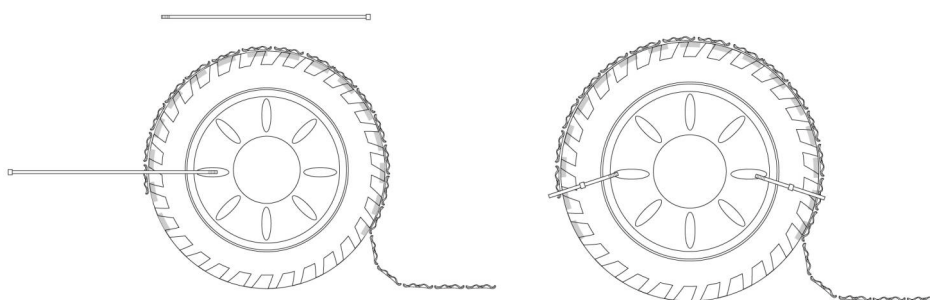

Fig. 3
3. Blokirati prvu i zadnju slobodnu pločicu na gumi sa plastičnom trakom (H) ostavljajući na terenu ostatak lanca (Fig. 3).